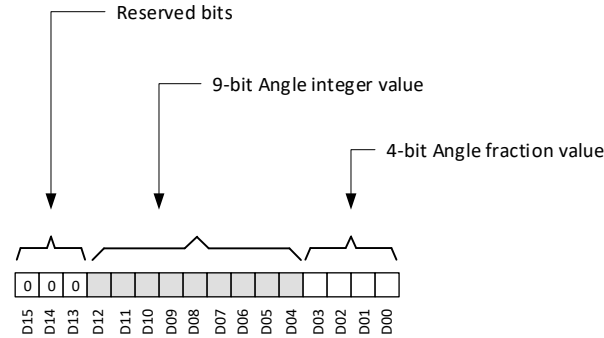

図 6-17. 角度データの定義
TMAG5273 は、`ANGLE_EN` レジスタ ビットの設定に基づいて、一対の磁気軸からの角度を計算します。図 6-17 に、`ANGLE_RESULT_MSB` レジスタおよび `ANGLE_RESULT_LSB` レジスタに保存されている角度情報を示します。ビット D04D12 には、0 ~ 360 度の角度整数値が格納されます。ビット D00D03 には分数角度値が格納されます。3MSB には常に b000 が割り当てられます。この角度は、式 14 を使用して計算できます。
- $D_i$  は、図 6-17 に示すデータビットです。